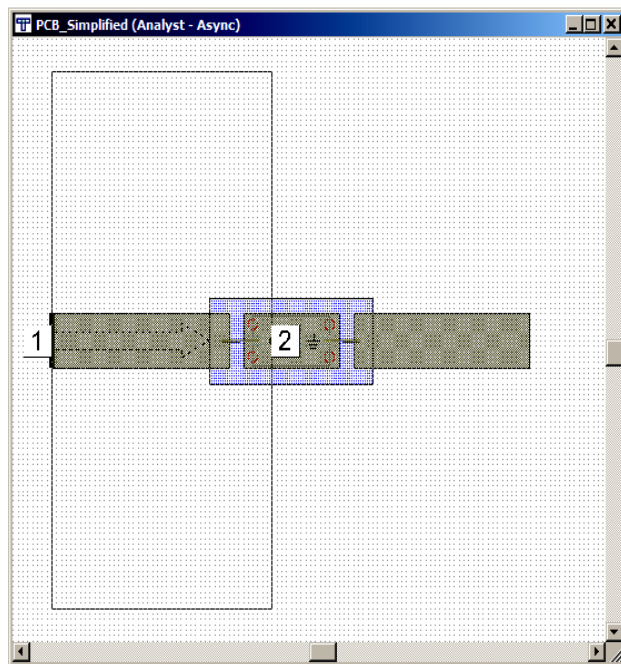
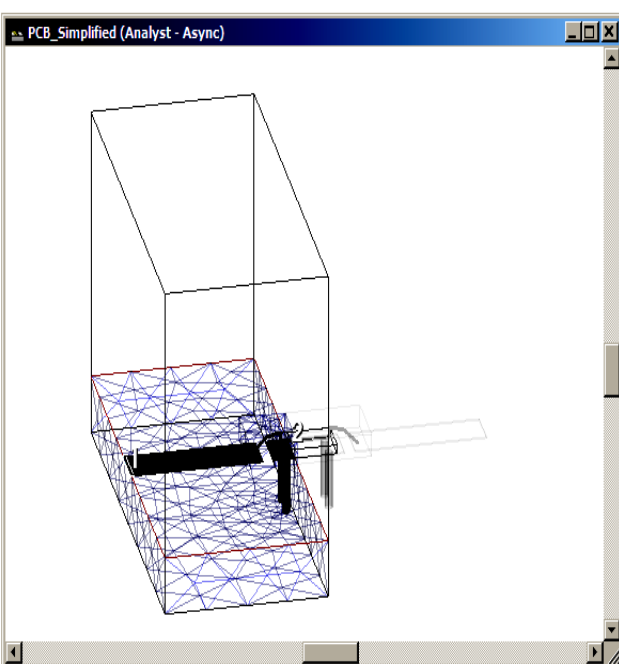

Рис. 87
Рис. 88
4. Полное двухмерное отображение ЕМ структуры должно быть, как показано на рис. 87, а 3-х мерное - как на рис. 88.